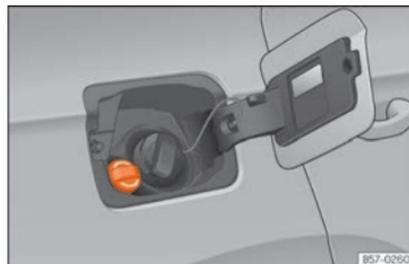

Fig. 217 Tampão do bocal de enchimento do reservatório do AdBlue.
- Abrir a tampa do depósito »» Fig. 217.
- Desenrosque a garrafa no sentido contrário ao dos ponteiros do relógio e extraia-a para cima com cuidado »» ❶.
- Rode o tampão de fecho do bocal de enchimento de SCR para a esquerda »» Fig. 217.